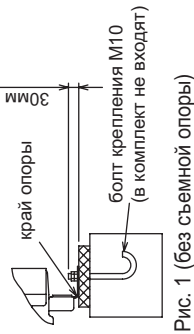

Рис. 1 (без съемной опоры)
- 2 Установочные опоры должны прочно располагаться на основании (рис. 1 и 2).
- 3 Болты крепления должны выступать не более, чем на 30мм (рис. 1 и 2).